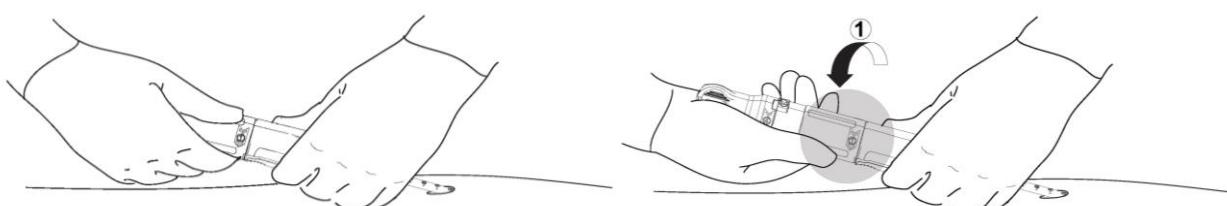

Figure 12. Étape 1 de l'actionnement du dispositif de fermeture PerQseal® (retrait de la gaine de l'implant).
Saisir l'extrémité distale du manche du dispositif de fermeture PerQseal® (extrémité la plus proche du patient). Stabiliser le dispositif dans une position en appuyant la main contre le patient, Figure 12.
- Placer la main sur la came de la gaine (« 1 ») et tourner à 180° la partie rotative dans la direction indiquée de façon à aligner les points. Lors de la rotation, veiller à ce que la main tenant la partie distale du manche reste fixe et à ce que le manche reste immobile, Figure 12. L'implant est maintenant exposé à l'intérieur de l'artère.